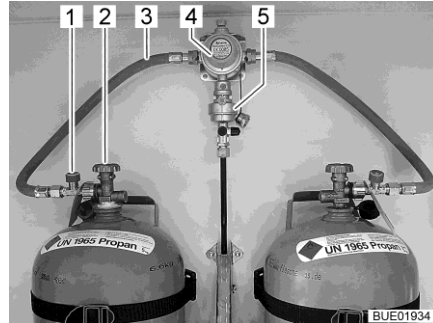
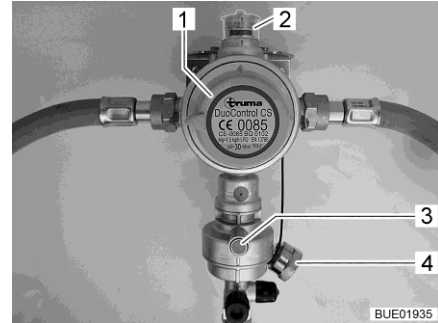

Bild 64 Gasflaschen mit DuoControl
Bild 65 DuoControl-Regelanlage
Die DuoControl-Regelanlage besteht aus einem Umschaltventil (Bild 64,4) und dem Crashsensor (Bild 64,5). Die DuoControl-Regelanlage ist zwischen den Gasschläuchen (Bild 64,3) mit Schlauchbruchsicherung (Bild 64,1) montiert. Mit dem Drehknopf (Bild 65,1) am Umschaltventil kann bestimmt werden, welche der Gasflaschen als Betriebsflasche und welche als Reserveflasche verwendet wird.
Am Sichtfenster (Bild 65,2) wird der Status der Gasversorgung angezeigt:
Der Betrieb mit nur einer Gasflasche ist zulässig, allerdings muss der offene Anschluss in diesem Fall mit dem Blinddeckel (Bild 65,4) verschlossen werden.
Der Crashsensor sperrt die Gaszufuhr bei erheblicher Erschütterung (z. B. Unfall) ab. Der Crashsensor wird durch Drücken des grünen Resetknopfs (Bild 65,3) in Betrieb genommen.
Die Schlauchbruchsicherung (SBS) (Bild 64,1) sperrt den Gasfluss, wenn der angeschlossene Schlauch bricht. Die Schlauchbruchsicherung muss durch Drücken der grünen Taste aktiviert werden.
- Schlauchbruchsicherung (SBS) aktivieren. Dazu grüne Taste (Bild 64,1) drücken bzw. SBS (Bild 66,4) ca. 5 Sekunden lang drücken. Am Sichtfenster bzw. an der Statusanzeige (Bild 66,1) wird die grüne Markierung angezeigt.
- Haupt-Absperrventile (Bild 64,2 bzw. Bild 66,5) an den Gasflaschen schließen.
Wenn die grüne Kontroll-Leuchte (Bild 67,6) während des Betriebs erlischt und die rote Kontroll-Leuchte (Bild 67,5) aufleuchtet, ist die Betriebsflasche leer und muss gewechselt werden. Am Sichtfenster (Bild 64,2) bzw. an der Statusanzeige (Bild 66,1) wird die rote Markierung angezeigt. Die Reserveflasche versorgt die Gasverbraucher weiterhin mit Gas.
- Drehknopf (Bild 66,6) eine halbe Drehung in Richtung der aktuell verwendeten Gasflasche drehen. Damit ist diese Gasflasche jetzt die Betriebsflasche, die leere Gasflasche wird zur Reserveflasche. Die Markierung im Sichtfenster (Bild 64,2) bzw. an der Statusanzeige (Bild 66,1) wechselt von Rot auf Grün.
- Haupt-Absperrventil (Bild 64,2 bzw. Bild 66,5) an der leeren Gasflasche schließen. Pfeilrichtung beachten.
- Schlauchbruchsicherung (SBS) aktivieren. Dazu grüne Taste (Bild 64,1) drücken bzw. SBS (Bild 66,4) ca. 5 Sekunden lang drücken.